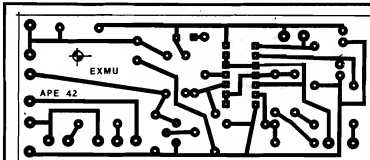
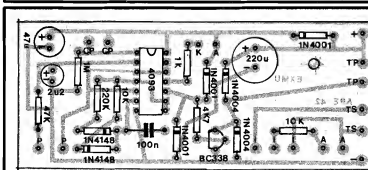
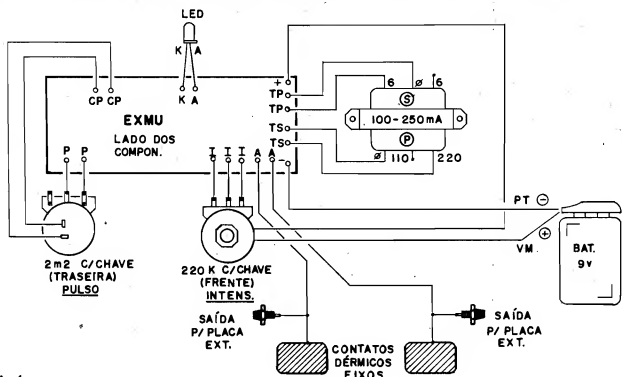

Fig.2
Fig.3
Fig.4
- FIG. 2 - CIRCUITO IMPRESSO ESPECÍFICO - O lay out, pequeno e descomplicado, é visto em tamanho natural na figura... É só copiar, cuidadosamente, para a devida confecção da placa... Quem optar pela aquisição em KIT (ver Anúncio, em outra parte da presente APE...) já receberá a plaquinha pronta, inclusive com a demarcação do "chapeado" (fig. 3) em silk screen, o que facilita enormemente a montagem... De qualquer modo, seja a placa "feita em casa", seja obtida com o KIT, convém verificá-la e conferi-la com bastante atenção, antes de começar as soldagens. Qualquer pequeno defeito é facilmente corrigível nessa fase (depois das peças soldadas, fica complicado...).
- FIG. 3 - CHAPEADO DA MONTAGEM - Os componentes, suas aparências estilizadas (ou símbolos convenientes...), códigos, valores, polaridades, etc., tudo demarcadinho com clareza, sobre o lado não cobreado da placa... Ao principiante, basta guiar-se pelo desenho, inserindo cada componente com atenção e cuidado. Em dúvida, basta recorrer ao TABELÃO APE. Quanto às soldagens, as INSTRUÇÕES
- FIG. 4 - CONEXÕES EXTERNAS À PLACA - Tão importantes quanto à ligação/soldagem das peças sobre a placa (fig. 3), são as conexões periféricas, detalhadas na figura. Notem que o Circuito Impresso continua "olhado" pela face não cobreada, estando todas as ilhas periféricas devidamente codificadas (comparar com a figura anterior). Atenção aos seguintes pontos:
xa final. Também é conveniente adotar-se várias cores diferentes para os diversos cabinhos de conexão, de modo a estabelecer uma espécie de "código particular" (é bom ir marcando as cores dos fios, sobre a fig. 4, à medida em que as conexões são completadas) que facilitará muito a pesquisa, correção de erros e eventual manutenção, no futuro... Fica obviamente mais fácil de achar "qual fio vai onde", se estes tiverem cores distintas e individualizadas...